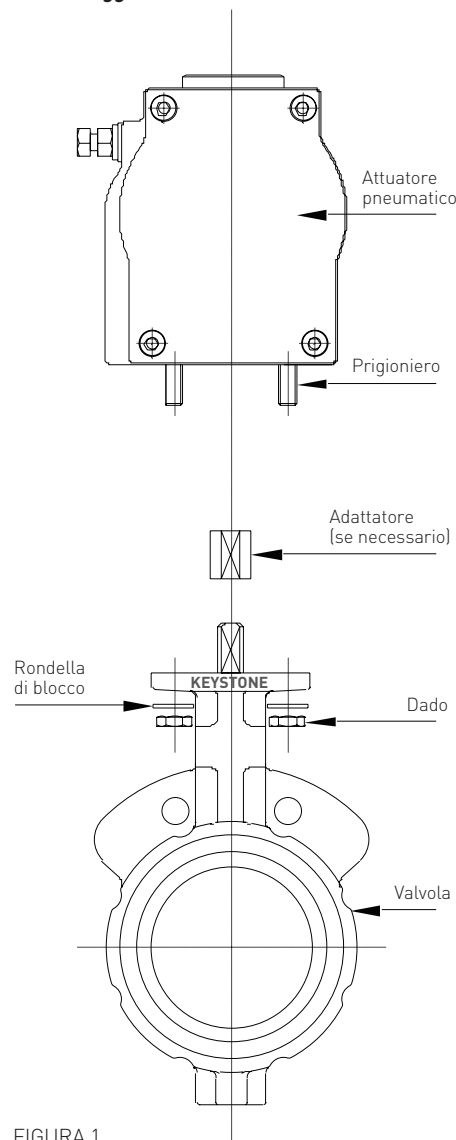

FIGURA 1
- 2b. Avvitare saldamente i prigionieri di montaggio alla base dell'attuatore e fissare il tronchetto di montaggio al lato inferiore dell'attuatore utilizzando i quattro dadi e le relative rondelle, come illustrato in Figura 1.